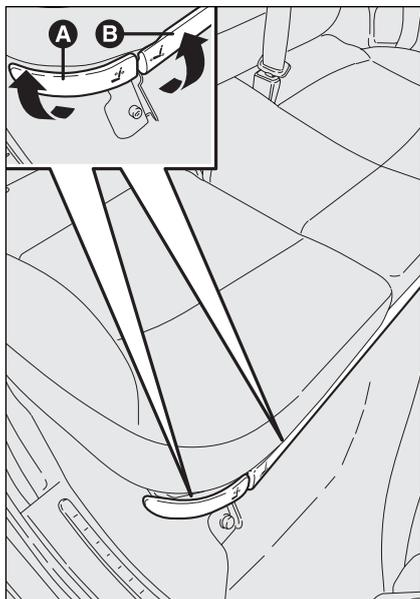

fig. 98
- en intervenant sur le levier **B-fig. 98** régler le siège dans la position voulue (par ex. tout en avant si l'on souhaite avoir un agrandissement maximum du coffre à bagages);